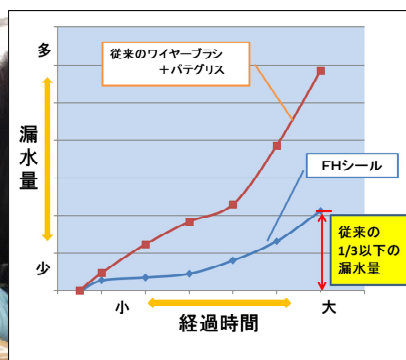

図2 曲線漏水実験比較 (高水圧)
①高止水性
0.3MPaの水圧試験で実証し従来の3倍の止水性能を確保できます（写真1、図2参照）。
②曲線施工時で高い追従性